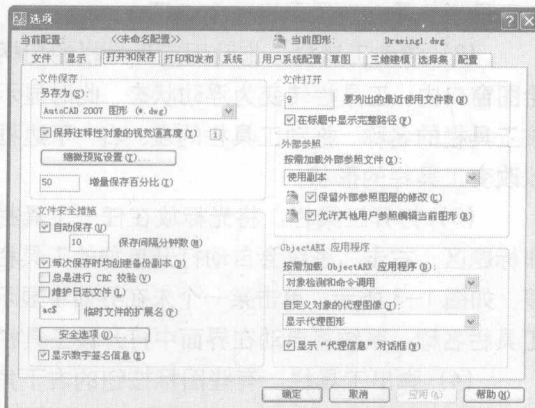

图 1-6 “打开和保存”选项卡
- Step 02** 打开“打开和保存”选项卡,如图 1-6 所示。